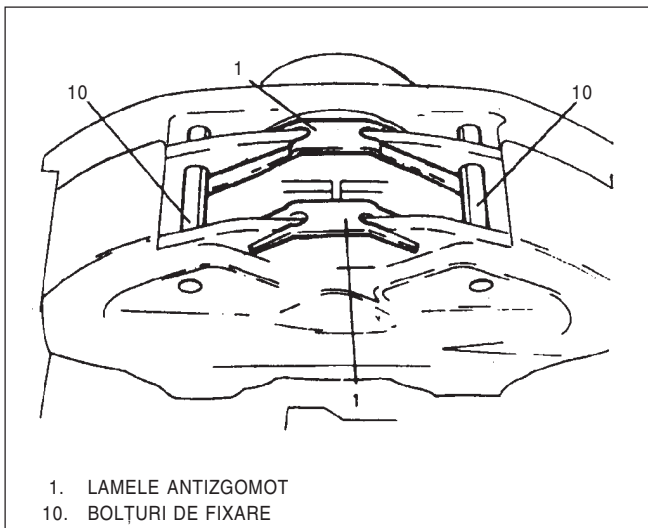

Fig. 5 Instalare bolt fixare/lamelă
- 3) Lamaea antizgomot; se prind capetele lungi sub bolțurile de fixare (Fig. 5).
- Părțile lungi ale lamelelor antizgomot trebuie așezate împreună, spre interiorul etrierului; părțile scurte ale lamelelor sînt așezate spre exteriorul etrierului. Poziționarea incorectă a acestor lamele va duce la zgomot excesiv la frînare și reducerea capacității de frînare (Fig. 5).